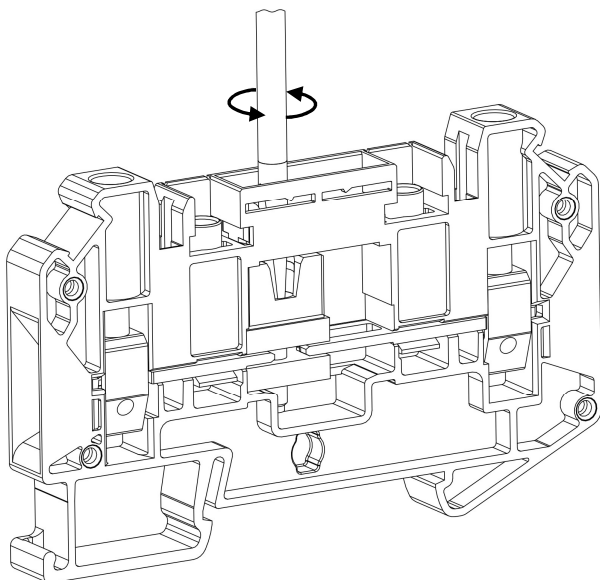

Рисунок 30 – ослабление фиксации размыкателя
- Откручивая винт отверткой против часовой стрелки, ослабьте фиксацию размыкателя с шиной клеммы (рис. 30);